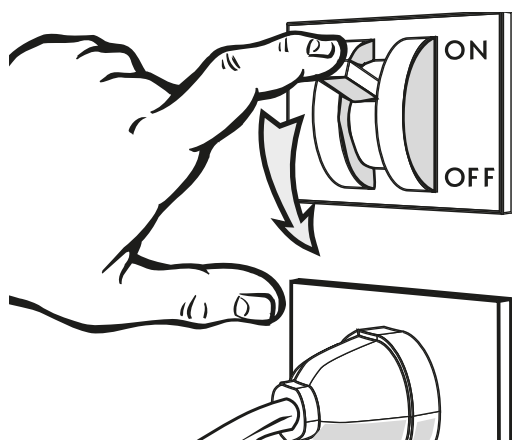

Fig. 41
- Couper la tension électrique au meuble réfrigéré en intervenant sur l'interrupteur-sectionneur général mural ("Fig. 41").